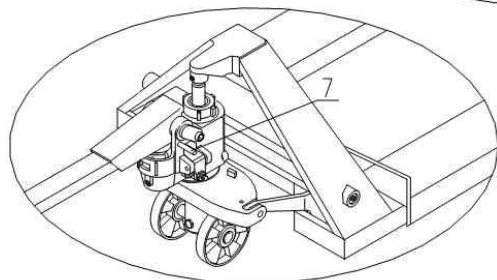

Рис. 3
2.1.6 См. рис. 3. Установите рукоятку в горизонтальное положение и извлеките штифт (7).